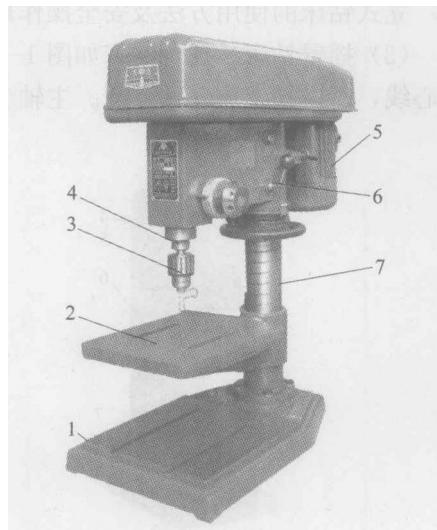

图 1—4 台式钻床
(2) 立式钻床。立式钻床简称立钻，如图 1—5 所示。它一般用来钻中型工件上的孔，其最大钻孔直径规格有 25 mm、35 mm、40 mm、50 mm 4 种，具有自动进给装置，主轴转速和自动进给量都有较大调变范围，是一种通用性很强的钻床。